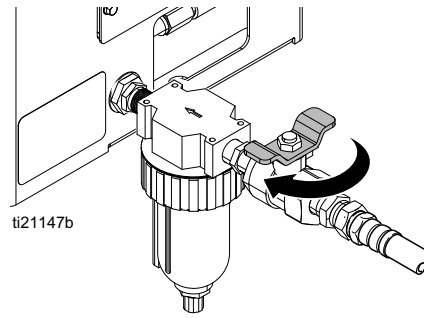

图 11
12. 将 3/8 英寸的最小供气管路与空气过滤器相连。参见图 11。